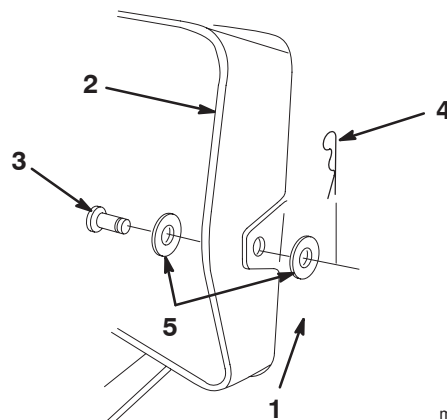

Figure 13
6. Relevez le bac à herbe et retirez la goupille fendue, les 2 rondelles et l'axe de chape qui fixent le tube d'éjection à la plaque arrière (Fig 13).
15. Relevez le bac à herbe et remettez l'axe de chape, les 2 rondelles et la goupille fendue qui fixent le tube d'éjection à la plaque arrière (Fig 13).
6. Relevez le bac à herbe et retirez la goupille fendue et l'axe de chape qui fixent le tube d'éjection à la plaque arrière (Fig 13).
12. Relevez le bac à herbe et remettez l'axe de chape et la goupille fendue qui fixent le tube d'éjection à la plaque arrière (Fig 13).